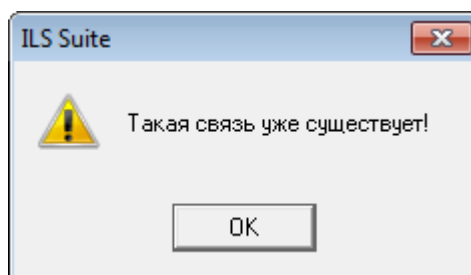

Рис. 14-22 – Связь бюллетеня с экземпляром ФИ уже существует
5) Если такая связь уже существует, то выдается предупреждение (рис. 14-22).